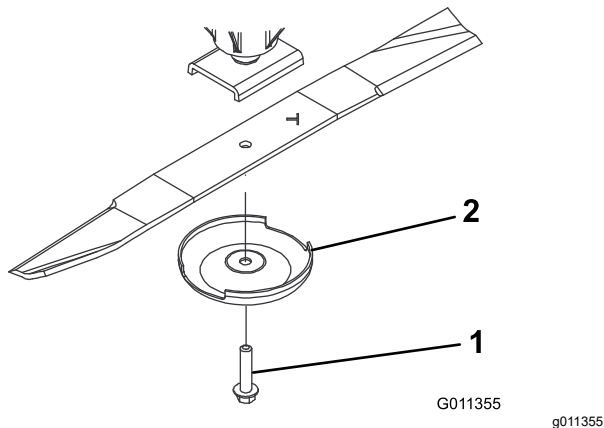

Bild 75
3. Entfernen Sie die Messerschraube, die Antiskalpierkuppe und das Messer von der Spindelwelle (Bild 75).